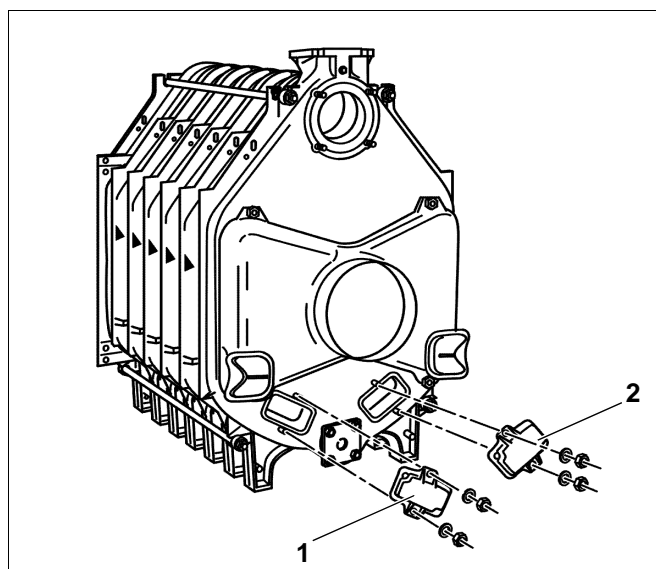

Fig. 27 Montaggio delle ispezioni di pulizia
- Se le ispezioni di pulizia sono state smontate per fissare il set di montaggio all'elemento posteriore, esse si devono riavvitare con rondelle e dadi, all'elemento posteriore (fig. 27, pos. 1 e 2).